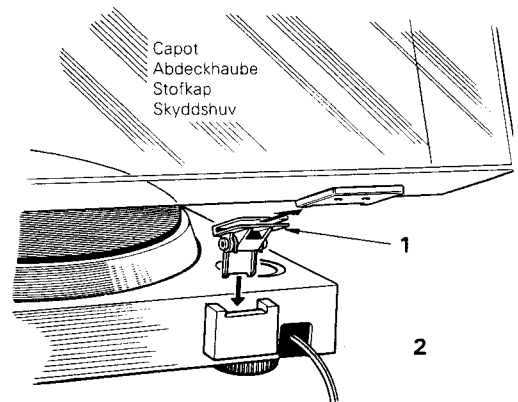

Fig. 7
5. Mettre en place le capot. (Fig. 7)
5. Abdeckhaube wie gezeigt an der Zarge anbringen. (Fig. 7)
5. Installeer de stofkap zoals hieronder aangegeven. (Fig. 7)
5. Sätt på skyddshuven som visas på bilden. (Fig. 7)